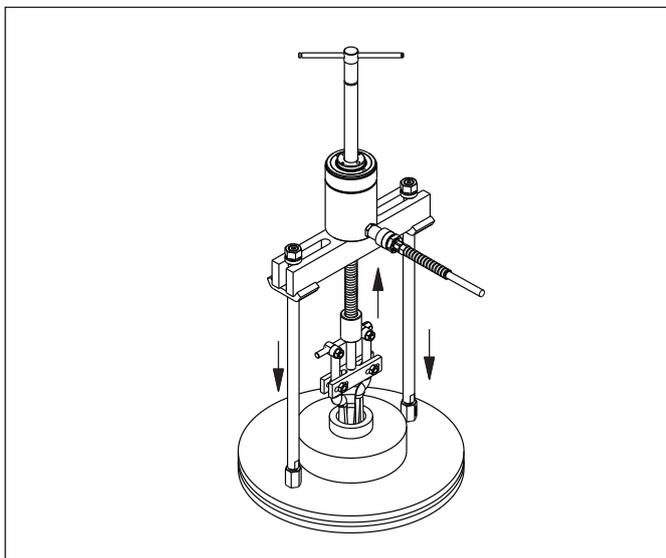

Figura 15, Estrattore a tiranti con attacco morsetto per interni (tipico)
- Installare l'estrattore sul cuscinetto da rimuovere. Allineare i tiranti dell'estrattore e le ganasce del morsetto per interni. Vedere Figura 15.